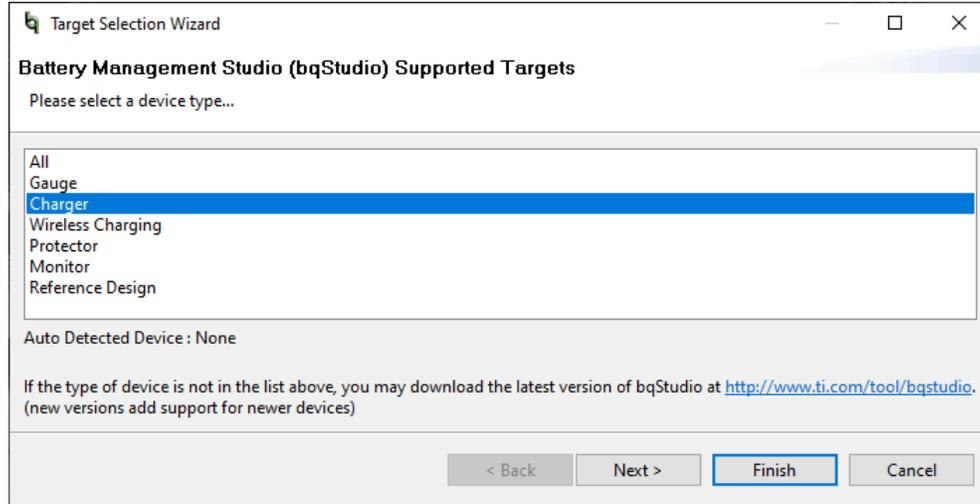

图 3-1. BQStudio 器件类型选择窗口
1. 在连接到 EV2400 接口板的计算机上，启动 Battery Management Studio (BQStudio)。如图 3-1 中所示选择“Charger”。